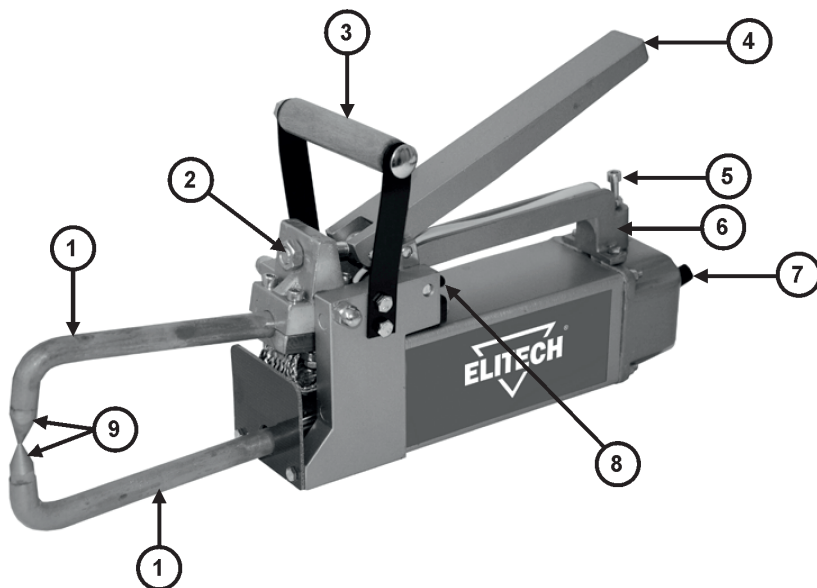

Рис. 1
4. Установите верхний кронштейн. Совместите верхний электрод с нижним электродом (Рис. 1). Затяните винты верхнего зажима.
1. Отрегулируйте давление клещей на заготовке. Рычаг управления 4 (Рис. 1), при захвате заготовки, должен опускаться до конца и упираться в ограничитель 5 (Рис. 1).
4. Нажмите на кнопку пуска 8 (Рис. 1) в течение от 2 до 5 секунд, в зависимости от толщины свариваемого металла.